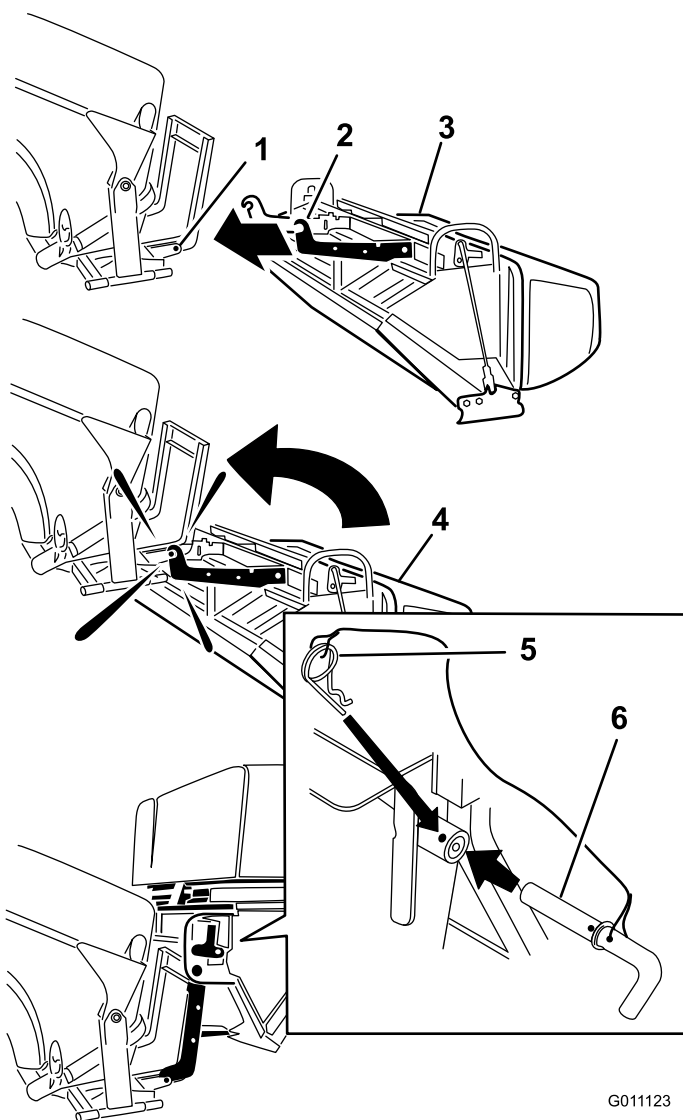

Figure 11
1. Placez le collecteur sur le dos (Figure 11).
2. Glissez les crochets sur le support de montage inférieur (Figure 11).
4. Placez le trou du collecteur en face du support de montage supérieur (Figure 11).
5. Mettez l'axe en place et fixez-le des deux côtés avec la goupille fendue (Figure 11).